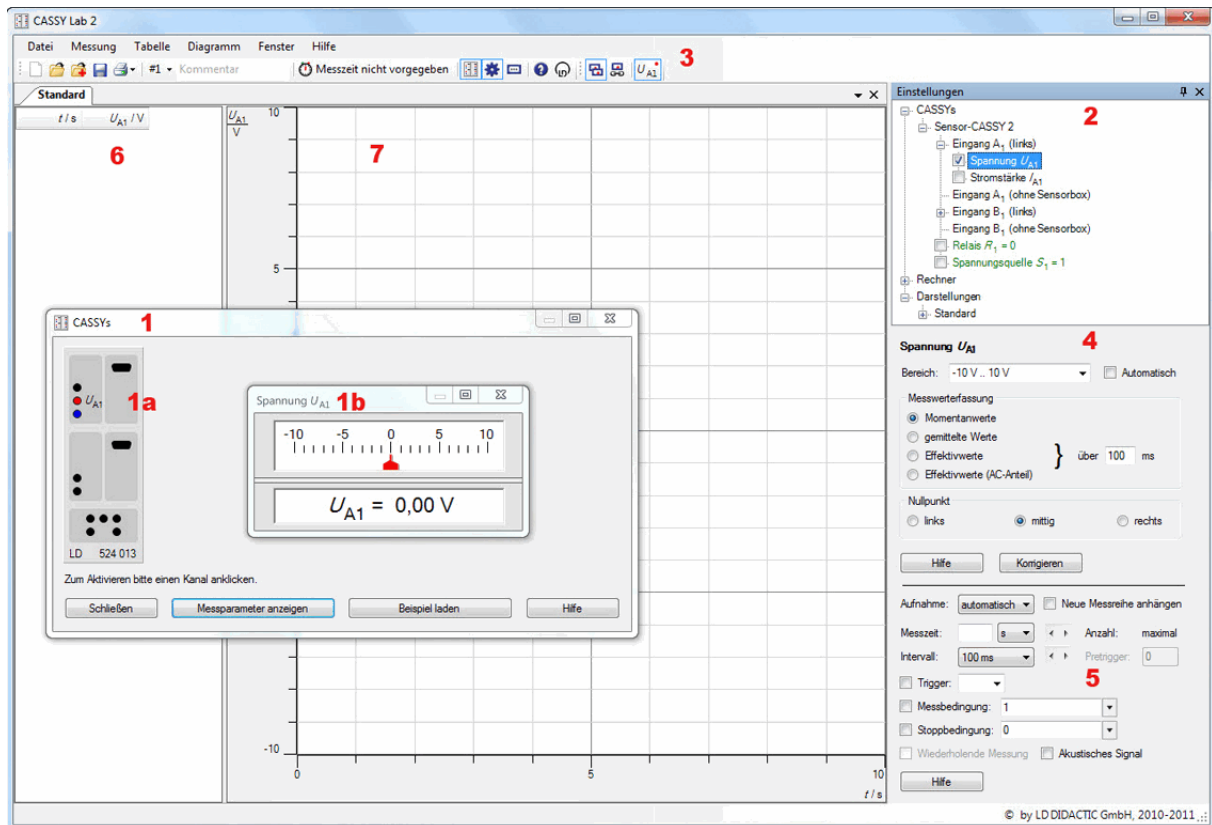

Abbildung 1: CASSY Lab 2, Screenshot
Öffnet man die Software CASSY Lab 2, so sieht man das Programmfenster wie in Abb. 1. Wenn ein oder mehrere CASSYs erkannt worden sind, zeigt das Dialogfenster „CASSYs“ (1) die aktuelle Konfiguration der Messeingänge (1a): Schwarze Buchsen symbolisieren inaktive Messeingänge, bunte Buchsen aktive. Wird ein Eingang aktiviert, so öffnet sich ein weiteres kleines Fenster (1b), die analoge und digitale Anzeige des momentanen Messwertes. Es besteht die Möglichkeit die Messeingänge anhand der grafischen Darstellung des Sensor-Cassy zu aktivieren, in dem man auf einen inaktiven Eingang mit der Maus klickt, oder indem man im Dialogfenster „Einstellungen“ (2) das dementsprechende Häkchen setzt.
Ein aktiver Ein- oder Ausgang wird als Button rechts oben in der Menüleiste (3) zu den Speed-Buttons einsortiert (in Abb. 1 z.B. UA1). Diese Buttons stellen die einfachste Möglichkeit dar, die analog/digital-Anzeige der Messgröße anzuzeigen, zu schließen (linke Maustaste), oder seine Einstellungen zu verändern. Durch einen Rechtsklick werden im Einstellungen-Fenster (2) automatisch die Messeinstellungen dieses Einganges (4) und seine Messparameter (5) angezeigt. Außerdem erscheint die Messgröße dieses Einganges automatisch in der Messwerttabelle (6) und im Diagramm (7).
In der Menüleiste (Abb. 1 (3)) starten (und stoppen) Sie mit dem Symbol der Stoppuhr den festgelegten Messvorgang. Nun können Sie den Messverlauf am Diagrammfeld (Abb. 1 (7)) mitverfolgen.
Wenn Sie die Daten nicht in Cassy, sondern in einem anderen Auswerteprogramm analysieren wollen, empfiehlt sich ein Export der Daten in eine *.csv-Datei. Hierzu wählen Sie in der Menüleiste (Abb. 1 (3)) „Datei - Speichern“ und wählen statt dem vorgeschlagenen Dateiformat *.labx ein *.csv. Diese *.csv-Datei können Sie dann über die ASCII-Import-Funktion aller gängigen Auswerteprogramme importieren. Achten Sie beim Import auf die korrekte Wahl des Spaltentrennzeichens und des Dezimaltrennzeichens.